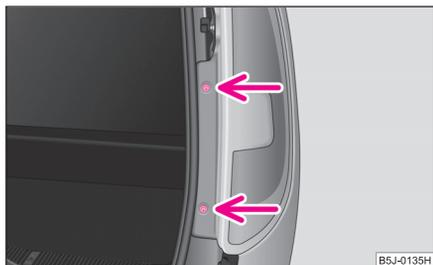

Fig. 191 Desmontar la unidad de luces traseras
- Destornillar la unidad de luces posteriores ⇒ fig. 191.
- Atornillar la unidad de luces posteriores ⇒ página 223, fig. 191.